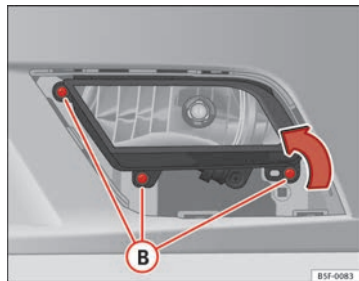

Fig. 141 Faro antiniebla
- Retire los tornillos (3x) ⇒ fig. 141 **B** para extraer el faro antiniebla.